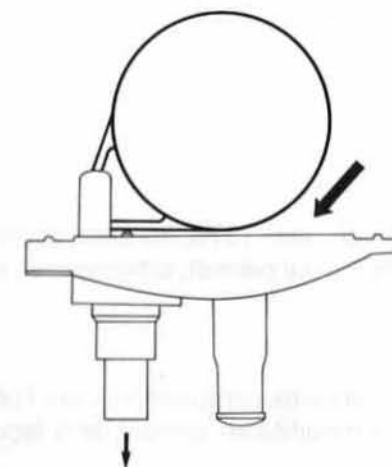

FIG. 1
- Obstruer avec un doigt le trou de mise à l'air du couvercle et remplir celui-ci d'essence (fig. 1). Si le pointeau est en bon état, l'essence ne doit pas couler par l'embout d'arrivée (fig. 1).